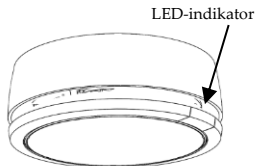

Figur 8
- Öppna batterifackets lucka (se figur 8).